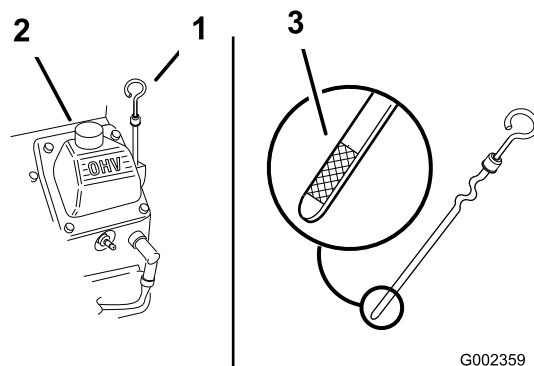

Figura 21
3. Limpie alrededor de la varilla de aceite (Figura 21) para impedir que caiga suciedad por el orificio de llenado y cause daños en el motor.
4. Desenrosque la varilla de aceite y limpie el extremo (Figura 21).
5. Deslice la varilla a fondo en el tubo de llenado, pero no la enrosque en el tubo (Figura 21).
6. Vierta lentamente un 80% aproximadamente de la cantidad especificada de aceite por el tubo de llenado (Figura 21).